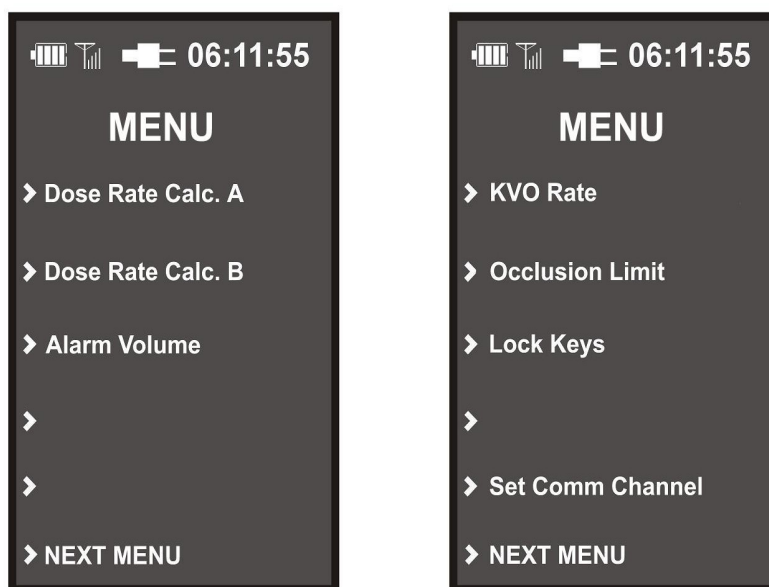

Figure 1-10. Menu de paramétrage des fonctions spéciales
1.3.6 Menu de paramétrage des fonctions spéciales. Une pression sur le bouton MENU affiche le menu de paramétrage des fonctions spéciales (voir figure 1-10), qui permet à l'opérateur de paramétrer le calcul de la vitesse d'administration, de régler le volume sonore des alarmes, de régler le débit KVO, de paramétrer la limite d'occlusion, ainsi que les touches de verrouillage et l'option Next Menu (Menu suivant) si des options supplémentaires sont installées. L'option de verrouillage des touches ne s'affiche que si elle a été activée en mode Entretien. (Se référer au Manuel d'entretien 1125 pour plus de détails sur le mode Entretien.)